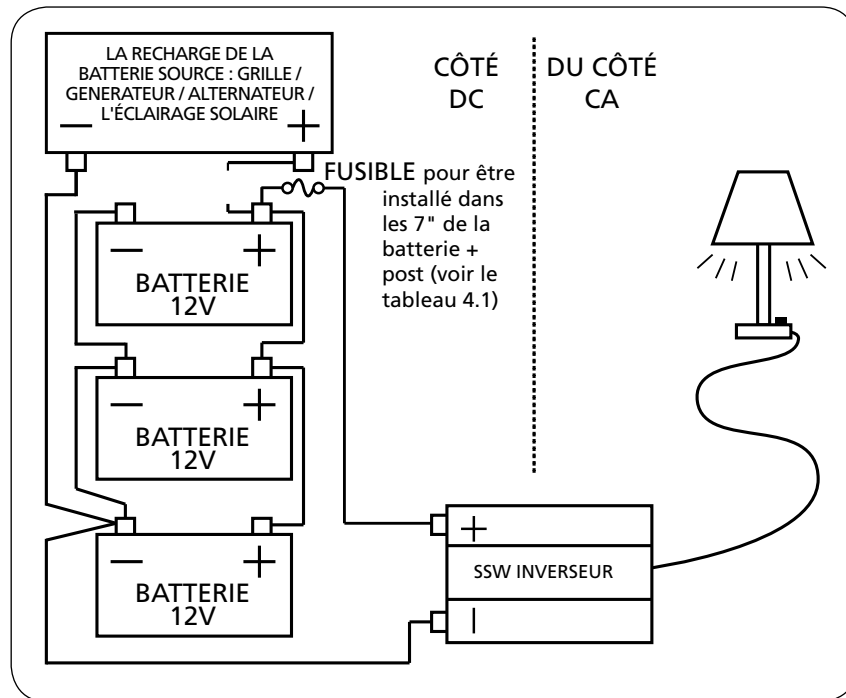

Fig. 4.2 Connexion à une source de la batterie 12V
Pour le fonctionnement normal du convertisseur, la source d'alimentation CC doit fournir  $>11.0 \pm 0.3V$  et  $< 15.3 \pm 0.3V$  et la quantité nécessaire de courant. Cette source d'alimentation doit être une source de courant CC régulière ou un alternateur et une batterie à décharge complète telle que l'on trouve dans les véhicules et les embarcations. La source d'alimentation CC peut également consister de deux batteries de 12 volts ou plus montées en parallèle. Pour les appareils plus importants, la source peut consister de plusieurs batteries reliées en parallèle telles que montrées dans Fig. 4.2.
Il est obligatoire d'installer la taille appropriée des Fusible CC externe comme à proximité de la borne positive de la batterie que possible, de préférence dans un délai de 7 pouces pour protéger contre le risque d'incendie dû à un court-circuit sur le câble de batterie exécuter (voir Fig 4.2). Une batterie est une source de courant qui peut illimité offre des milliers d'ampères de courant en cas de court-circuit. Si un court-circuit survient dans le parcours de câble à un point entre la batterie et le convertisseur, la section du câble allant de la batterie au point de court-circuit seront nourris avec des milliers d'ampères de courant, la section du câble surchauffera / fondre et est susceptible de provoquer un incendie. Il est donc recommandé que le fusible / fusible Assemblée devrait avoir ampère interrompre (AIC) de capacité d'au moins 10 000 A. Classe-T le fusible / porte-fusible fabriqués par différents fabricants ou Marine fusible batterie nominale (MRBF) faite par Eaton Bussmann et distribué par Samlex Amérique / Systèmes de Mer Bleue peut être considérée.
5. Installer un porte-fusible à proximité de la borne positive (+) de la batterie (ou autre source CC), de préférence dans un délai de 7" du terminal (voir Fig. 4.2). Lorsque Marine fusible batterie nominale (MRBF) et le bloc de fusibles associé a recommandé à la colonne 5 du tableau 4.1 sont utilisés, le fusible sera installé sur le dessus de la borne positive de la batterie/goujon.